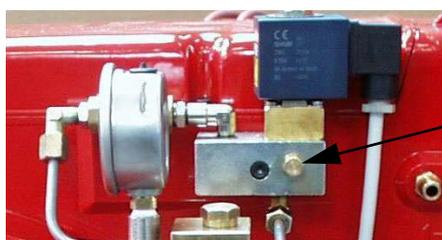
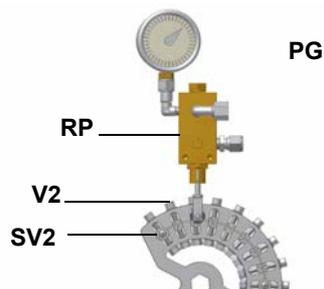

Рис. 18
Рис. 19
- 6 Давление питания форсунки уже отрегулировано заранее на заводе-изготовителе и не должно изменяться. Только в случае необходимости, отрегулировать давление питания (см. соответствующий параграф) следующим образом: установить манометр в положение, указанное на Рис. 18, воздействовать на регулировочный винт **VR** насоса (см. Рис. 19) до получения на форсунке давления в 20 бар (см. таблицу на Стр.22);
- 7 для получения максимального расхода дизельного топлива регулировать давление (считывая значения на манометре PG), не изменяя при этом, уже отрегулированный, во время настройки работы на газе, расход воздуха (см. предыдущий параграф): все время проверяя параметры горения, воздействовать на винт варьируемого сектора, соответствующий жидкому топливу **SV2** (см. Рис. 19), но по достижении положения большого пламени.